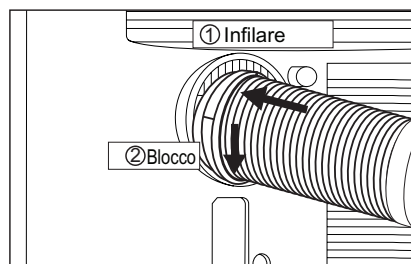

Fig. 4
3. Installare l'adattatore A nell'unità (Fig. 4).